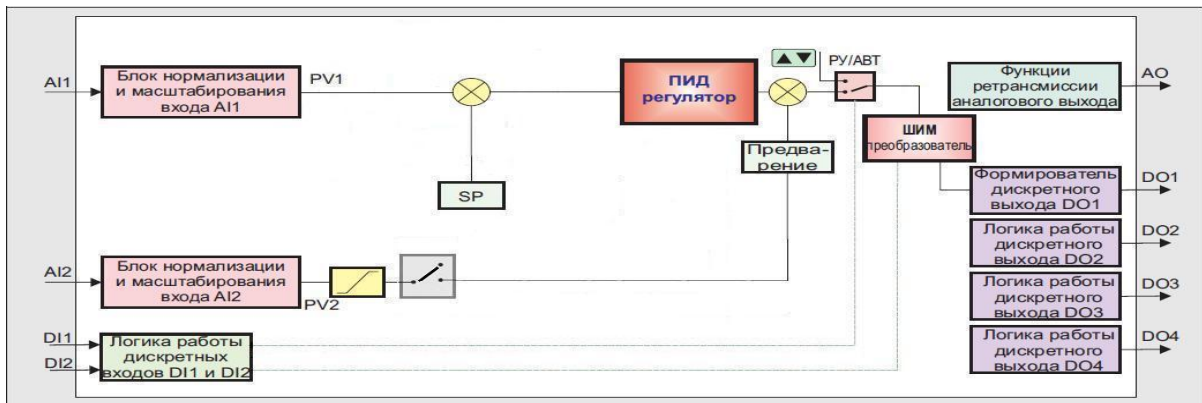

Рисунок 3.4 – Структурная схема ПИД-ШИМ регулятора
- ПИД-ШИМ (рис. 3.4)
1. **Фильтр импульсных помех.** Используется для подавления импульсных помех. Определяется параметром AIN.05 «Максимальная длительность импульсной помехи». Если в каком либо цикле измерения технологического параметра обнаружено его изменение, то предполагается возможность действия помехи и выходной сигнал формируется (с учетом усреднения измерительных значений) по истечении установленного времени длительности помехи. То есть, если длительность изменения сигнала больше заданного  $T_{\text{помехи}}$ , то это изменение расценивается как естественное и принимается в дальнейшую обработку с задержкой времени  $T_{\text{помехи}}$  (рисунок 3.4). Работа данного фильтра вносит дополнительное транспортное запаздывание в систему регулирования, которое равно величине параметра «Максимальная длительность импульсной помехи». Поэтому всегда нужно стремиться минимизировать данный параметр.